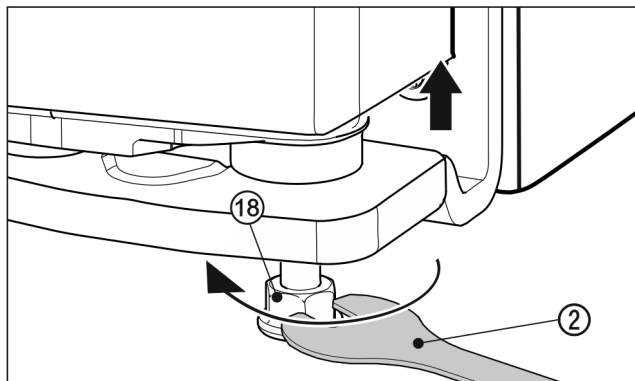

Fig. 25
- 使用附带的叉形扳手 Fig. 25 (2) 向右旋转垫脚 Fig. 25 (18)，直到接触地面，以便抬起门。之后继续旋转，直到门的高度调整完毕。交货时，轴承螺栓处于完全拧入状态。